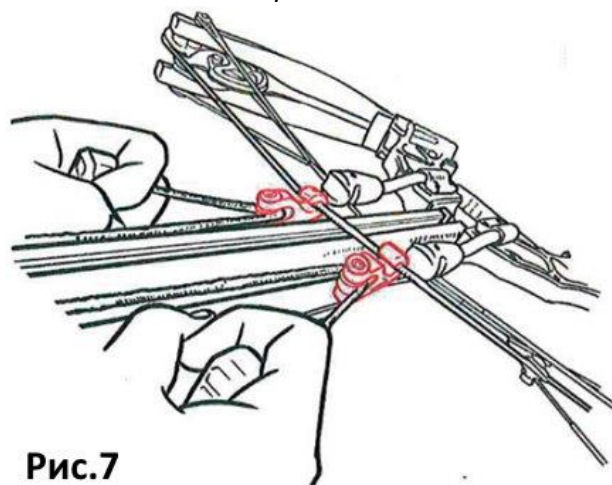

Рис.7
4. Закрепите крючки на тетиве с двух сторон от направляющей так, чтобы крючки смотрели вверх, (Рис.7)